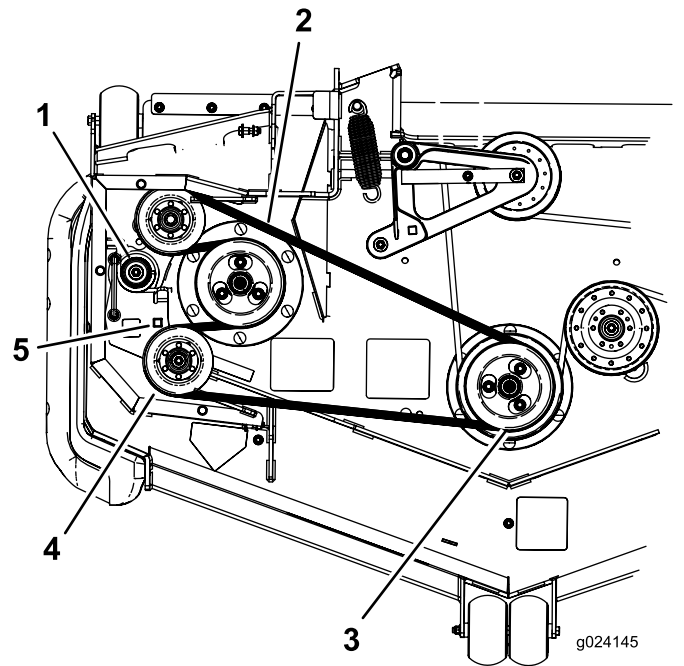

Figura 96
7. Utilice una llave de carraca en el taladro cuadrado del brazo tensor para aliviar la tensión del muelle tensor (Figura 96).
8. Retire la correa de la polea de la carcasa de corte (Figura 96).
9. Retire la correa de las poleas restantes (Figura 96).
11. Utilizando la llave de carraca en el taladro cuadrado, alivie la tensión del muelle y coloque la correa nueva alrededor de la polea tensora (Figura 96).